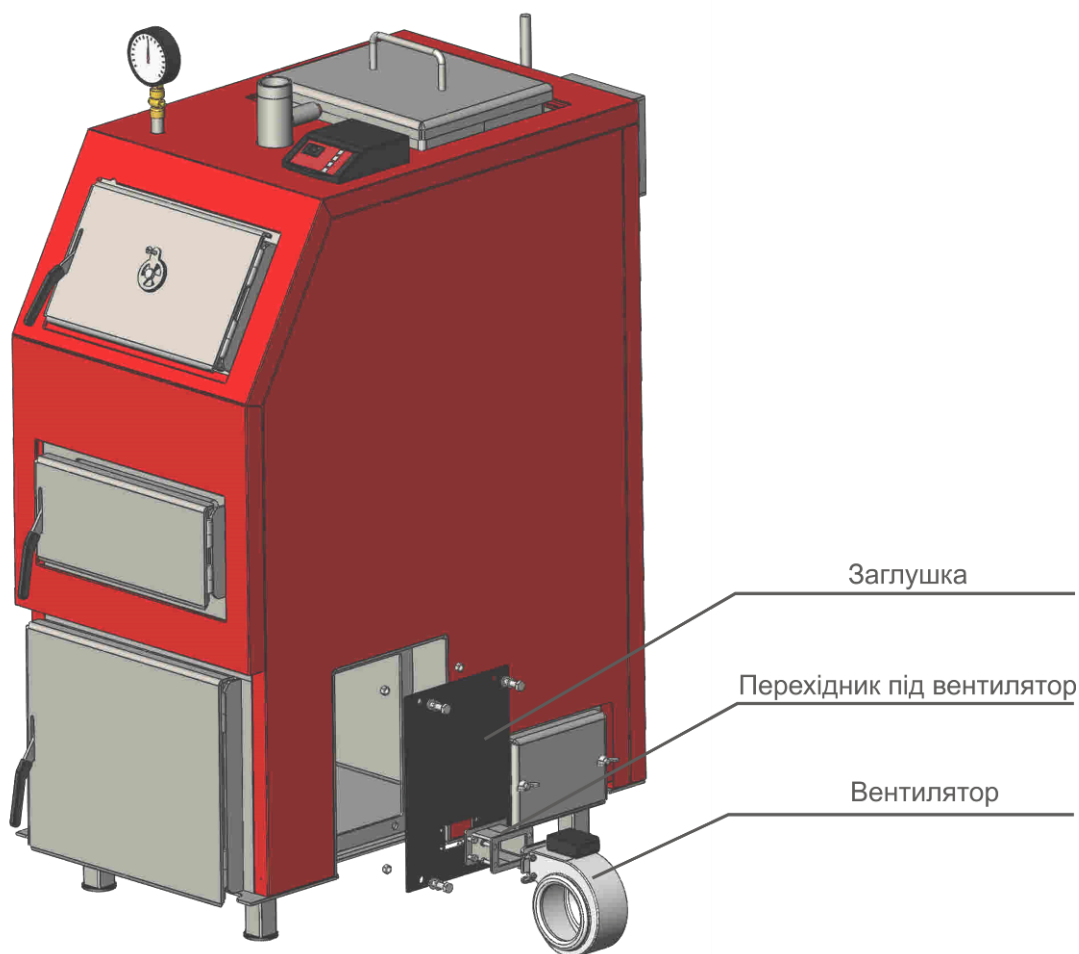

Рис.3 Схема монтажу заглушки з вентилятором на місце пелетного пальника при необхідності ремонту чи сервісному обслуговуванні
При переході на ручний режим роботи необхідно на колосникові труби верхньої камери згорання покласти чавунні решітки (див. рис.3). Завантаження палива відбувається в ручну, через завантажувальний люк. Подача повітря для спалювання палива в верхню камеру згорання відбувається через пелетний пальник.
4. Встановити вентилятор з перехідником на заглушку (див. Рис.3).
Схема монтажу заглушки з вентилятором для роботи котла в ручному режимі при демонтованому пелетному пальнику показана на Рис.3.